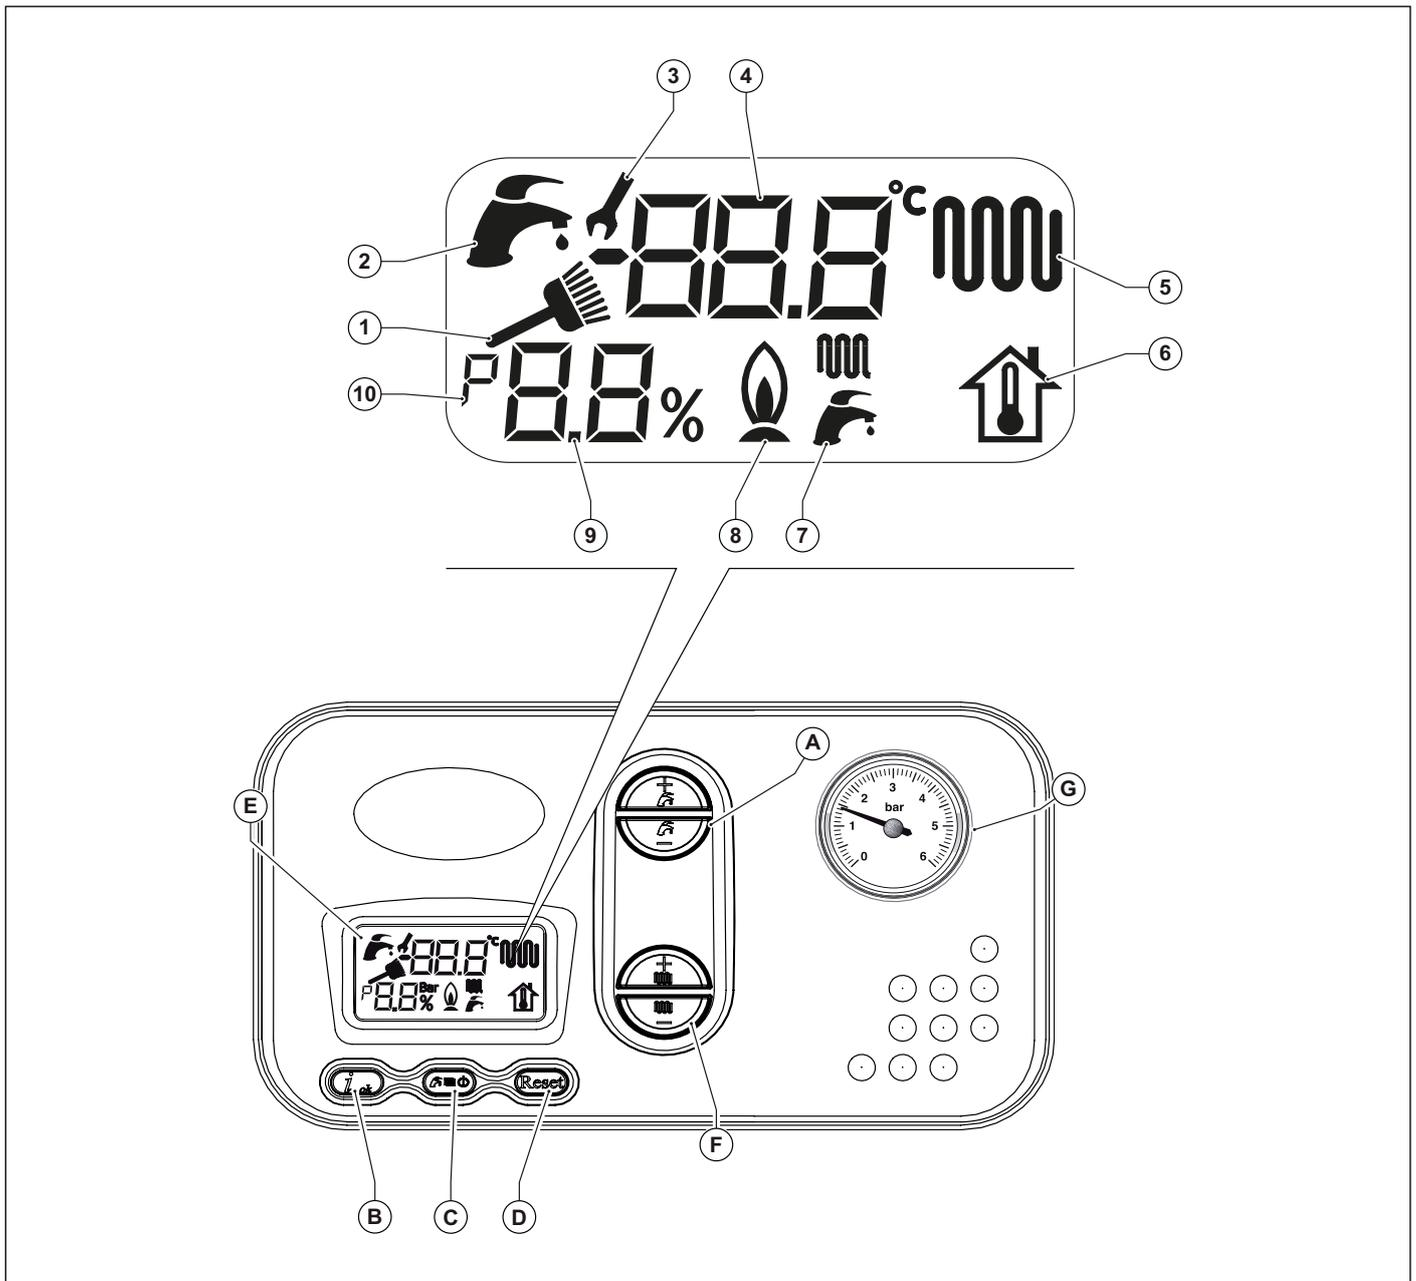

Fig. 1 Panel de regulación
| Fig. 1 Panel de regulación | 8 |
- Seleccionar el sistema de funcionamiento de la caldera: OFF/VERANO/ INVIERNO/SÓLO CALEFACCIÓN (ver tecla (C) en la Fig. 1 Panel de regulación en la página 8).